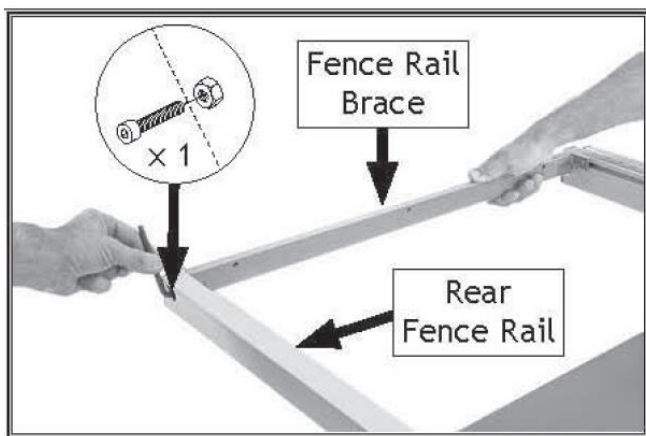

Рисунок 31. Крепление заднего конца направляющей параллельного упора
28. С помощью помощника установите кронштейн ограждения на заднюю направляющую ограждения с помощью (1) винта с крышкой М8-1,25 x 16 и (1) шестигранной гайки М8-1,25 (см. рисунок 31).